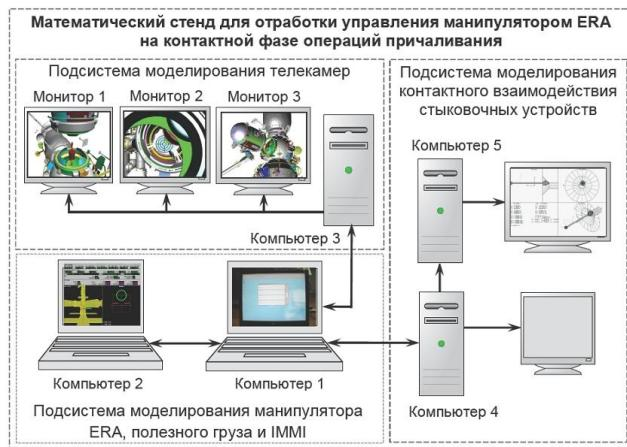

Рисунок 1. Структура АПК.
**Структура АПК.** АПК состоит из трех взаимосвязанных программных подсистем: модель манипулятора ERA, перемещаемого ПГ и пульта внутреннего интерфейса IMMI ERA, модель телекамер, модель контактного взаимодействия стыковочных устройств (СтУ) (рисунок 1).